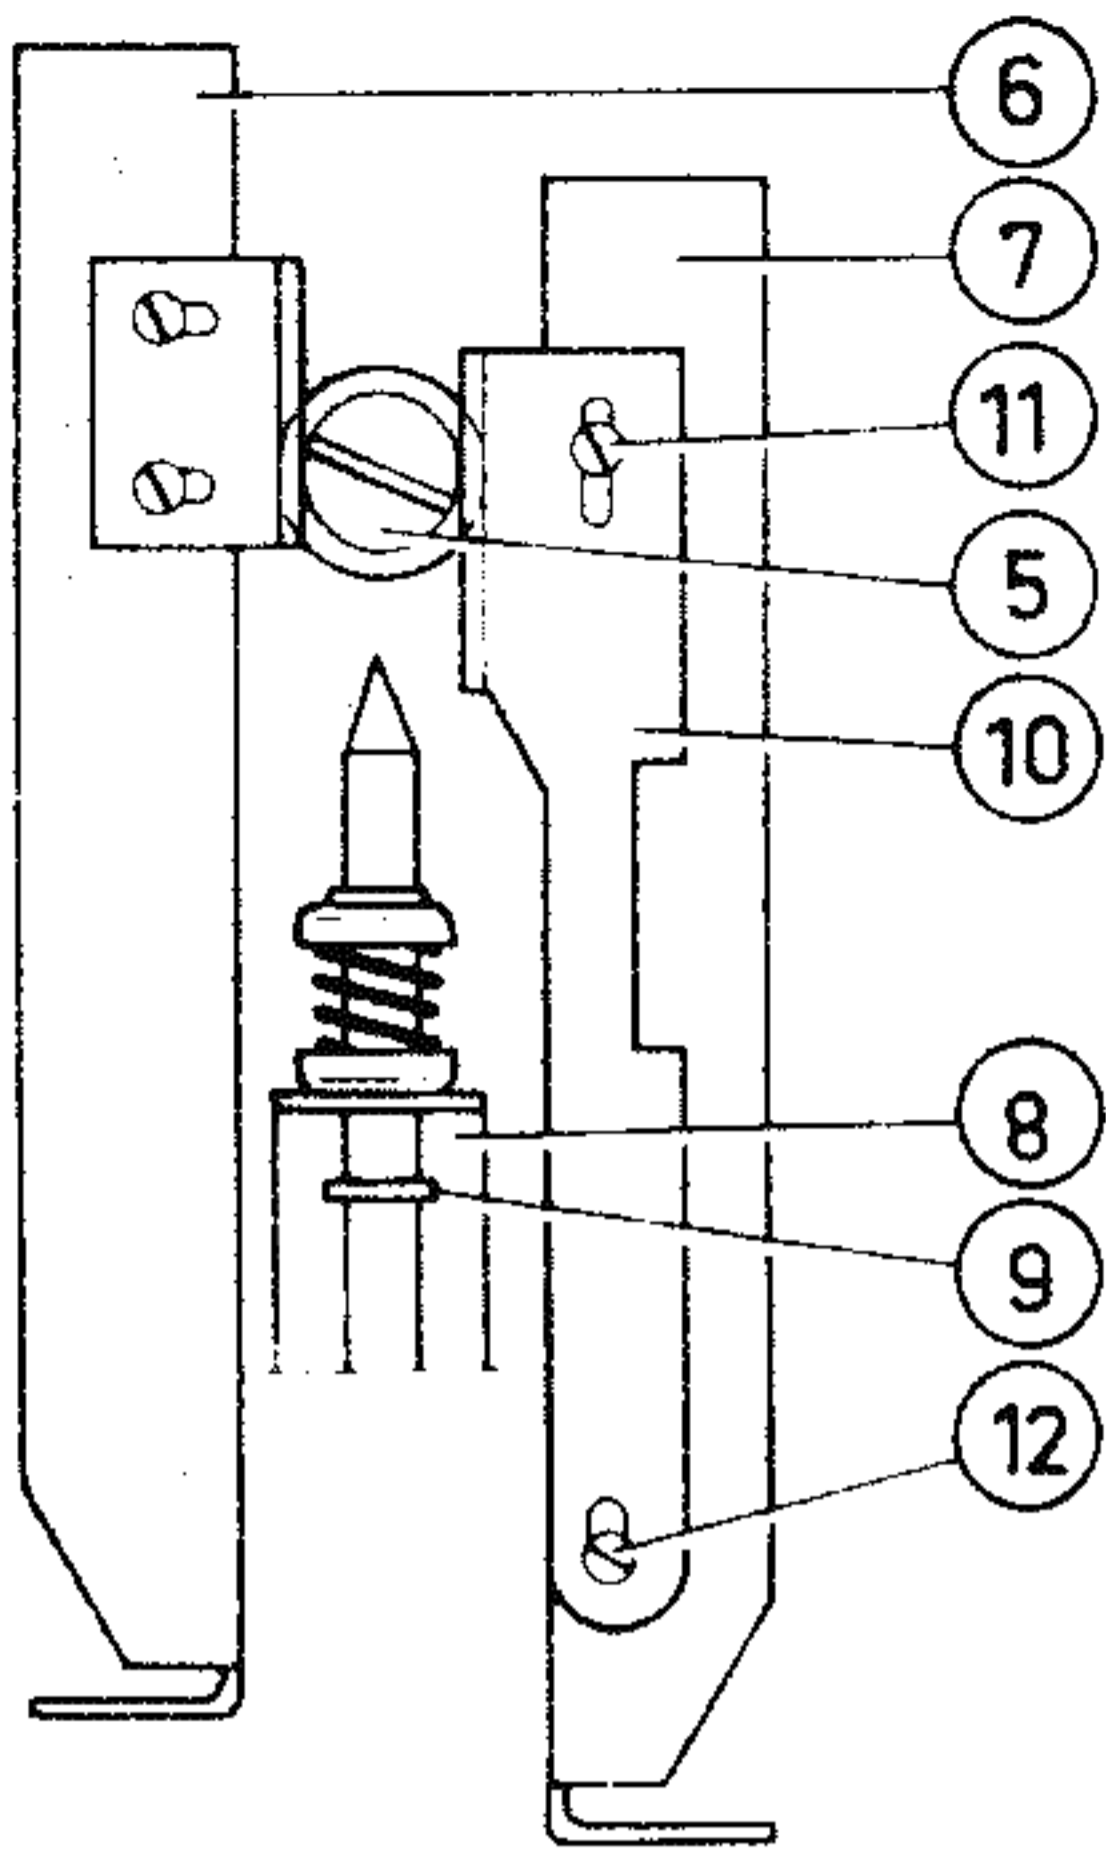
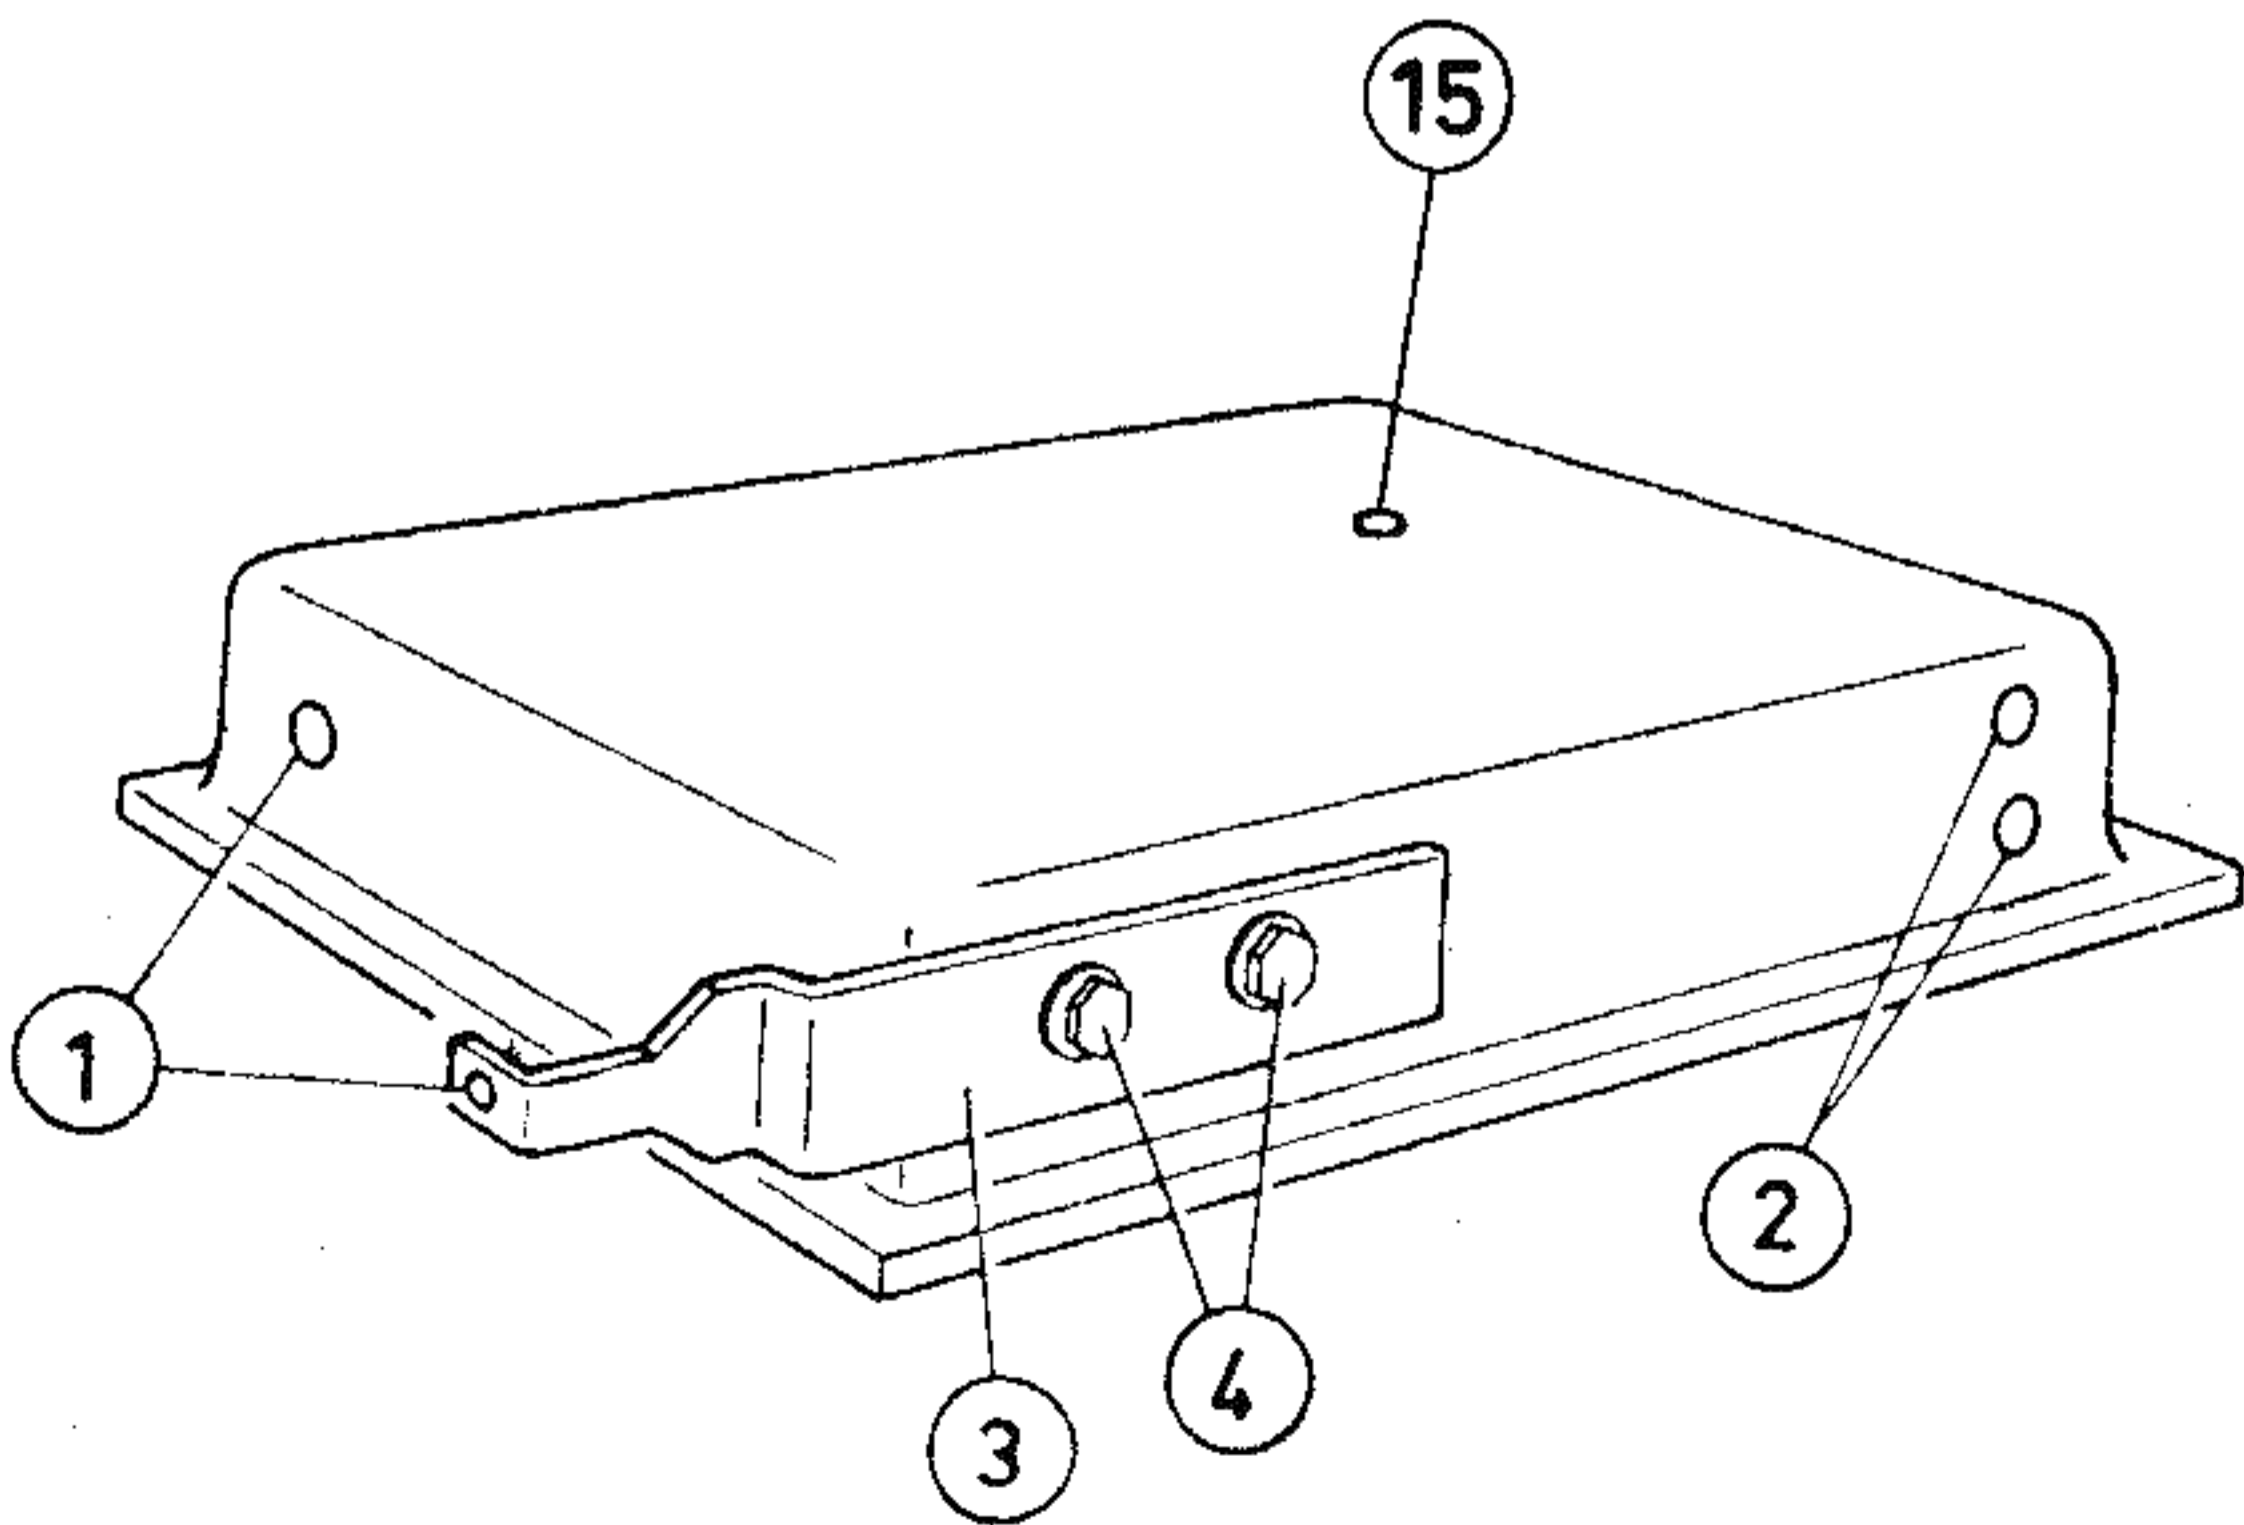

Fig. 1.
Fig. 2
- Verwijder de te vervangen UHF-kanaalkiezer door de schroeven (1), (2) en (15) los te draaien (zie fig. 2).
- Zet beugel (3) over op de nieuwe kanaalkiezer en plaats de schroef aan de achterzijde in schroefgat B.
- Verwijder tandwiel (5) van de te vervangen kanaalkiezer en schuif dit op de as van de nieuwe kanaalkiezer. (Niet vastzetten.)
- Monteer de kanaalkiezer met de schroeven (1), (2) en (15) losvast op de druktoetseenheid (keuze-mechanisme).
- Verplaats nu de kanaalkiezer zodanig, dat het tandwiel in de heugel (6 van fig. 1) grijpt.
- Duw slede (7) in de richting van de toetsen.
- Breng vervolgens het tandwiel naar het einde van de as, totdat deze flink ingrijpt in de tandheugel (10).
- Duw de slede (6) iets in de richting van de knoppen, evt. een schroevendraaier hierbij gebruiken. Plaats een afstandstukje (b.v. een 1mm boortje) tussen het drukstuk (8) en de ring (9).
- Draai van tandheugel (10) de schroeven (11) en (12) los. Druk nu de tandspeling weg door slede (7) in de richting van de knoppen en tandheugel (10) in tegenovergestelde richting aan te drukken. Daarna de schroeven weer vastdraaien.
- Verwijder het afstandstukje. Draai de kanaalkiezeras rechtsom tegen de aanslag (met schroevendraaier in gleuf, zie (5) fig. 1). Zet beide madeschroeven in het rondsel vast.
Remplacement du sélecteur de canaux UHF (voir figures 1, 2 et 3)
- Retirer le sélecteur de canaux UHF à remplacer en desserrant les vis (1), (2) et (15) (voir fig. 2).
- Appliquer l'étrier (3) sur le nouveau sélecteur de canaux et introduire la vis à l'arrière dans le trou taraudé B.
- Retirer la roue dentée (5) en sélecteur de canaux à remplacer et la glisser sur l'axe du nouveau sélecteur de canaux (ne pas serrer!).
- Monter le sélecteur de canaux à l'aide des vis (1), (2) et (15) à moitié serré sur le clavier (mécanisme de sélection).
- Déplacer le sélecteur de canaux pour que la roue dentée s'engrène dans la crémaillère (6) de la figure 1.
- Pousser le tiroir (7) dans la direction des touches.
- Glisser ensuite la roue dentée vers l'extrémité de l'axe jusqu'à ce que celui-ci s'engrène bien dans la crémaillère (10).
- Pousser le tiroir (6) légèrement dans la direction des boutons, éventuellement utiliser un tournevis. Placer une entretoise (par exemple un foret de 1 mm) entre la pièce de pression (8) et la bague (9).
- Desserrer les vis (11) et (12) de la crémaillère (10). Supprimer le jeu d'engrenage poussant le tiroir (7) dans la direction des boutons et la crémaillère (10) en sens opposé. Ensuite resserrer les vis.
- Retirer l'entretoise. Tourner l'axe du sélecteur de canaux vers la droite contre la butée (avec un tournevis dans la rainure, voir (5) fig. 1). Serrer les deux vis de réglage dans le pignon.
- Remove the U. H. F. -channel selector that has to be replaced by loosening screws (1), (2) and (15) (see Fig. 2).
- Remount bracket (3) on the new channel selector and place the screw at the rear in screw hole B.
- Remove gearwheel (5) from the channel selector that has to be replaced and slide it onto the spindle of the new channel selector (do not tighten).
- Mount the channel selector hand-tight onto the push-button unit (selection mechanism) with screws (1), (2) and (15).
- Then displace the channel selector so that the gearwheel engages the rack (6 of Fig. 1).
- Push slide (7) in the direction of the push-buttons.
- Next, move the gearwheel towards the end of the spindle until it strongly engages rack (10).
- Push slide (6) slightly in the direction of the knobs. If necessary, use a screwdriver. Place a spacer (e.g. a 1 mm drill) between pressure piece (8) and ring (9).
- Loosen screws (11) and (12) from rack (10). Then eliminate the play by pushing slide (7) in the direction of the knobs and rack (10) in the opposite direction. Retighten the screws.